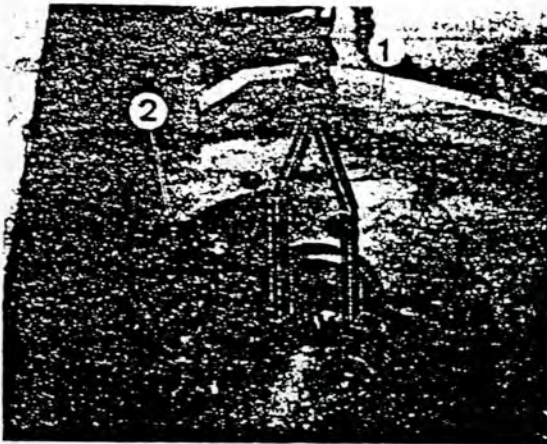

Fig. 3
- Obere Getriebeplatte (Fig. 3/1) mit drei Schrauben (Fig. 3/2) abdrücken.
Auf keinen Fall darf die Getriebeplatte abgedrückt werden, bevor nicht das Getriebe eingehängt bzw. gesichert ist (Fig. 3).
- Force off upper transmission plate (Fig. 3/1) with three bolts (Fig. 3/2).
Never force off transmission plate before you attach and secure the transmission (Fig. 3).
- Chasser la plaque support (fig. 3/1) de son siège par les trois vis (fig. 3/2).